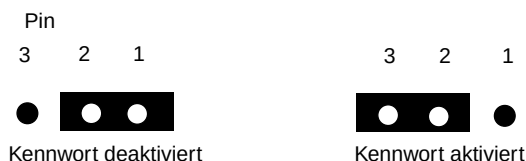

Abbildung 8-3 Lage der Kennwort-Brücken
7. Stecken Sie zum Deaktivieren des Kennworts die Brücke von den zwei linken Pins auf die zwei rechten um. Siehe Abbildung 8-3.